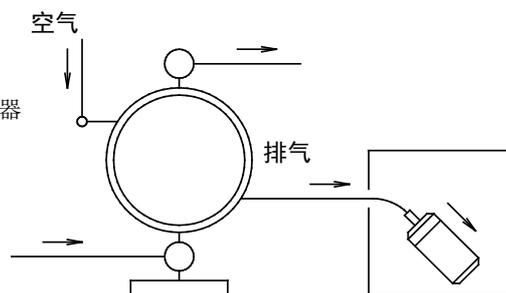

Fig.3.2
- * 不要将排出气体排放在液剂中，请将其排放到外部。方法请参见后面叙述的〈NOTE〉外部排气方法Fig3.2。